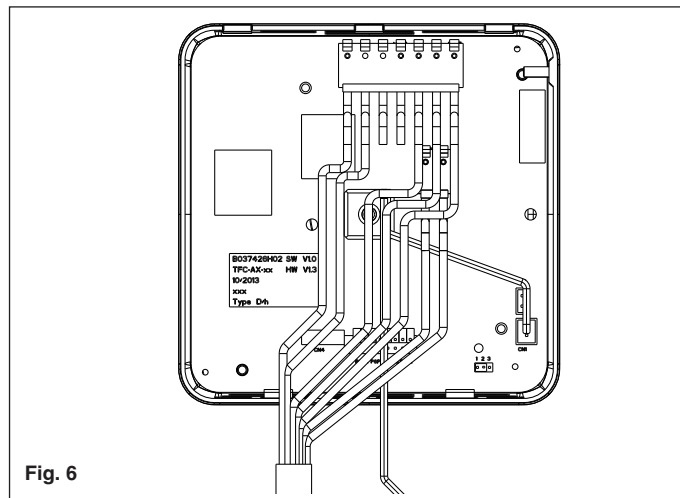

Fig. 6
Abra o comando desparafusando o parafuso de fecho específico © (veja fig. 6). Ligue o sensor lado conector na placa electrónica ao conector ⑦ (veja fig. 6).